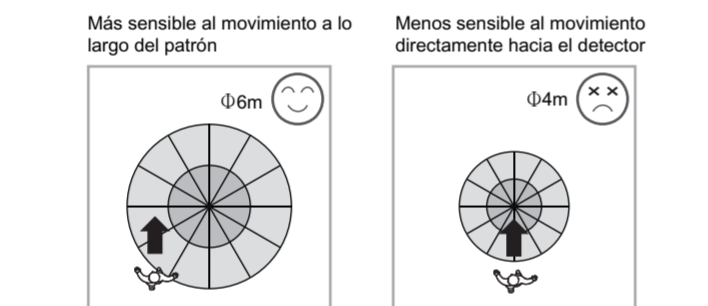

FIG. 3
3.1.2 Preste atención a la dirección en que camina en el procedimiento de prueba, el área de detección a través del detector es hasta Ø6m, y de frente al detector es Ø4m (Ver FIG. 3).